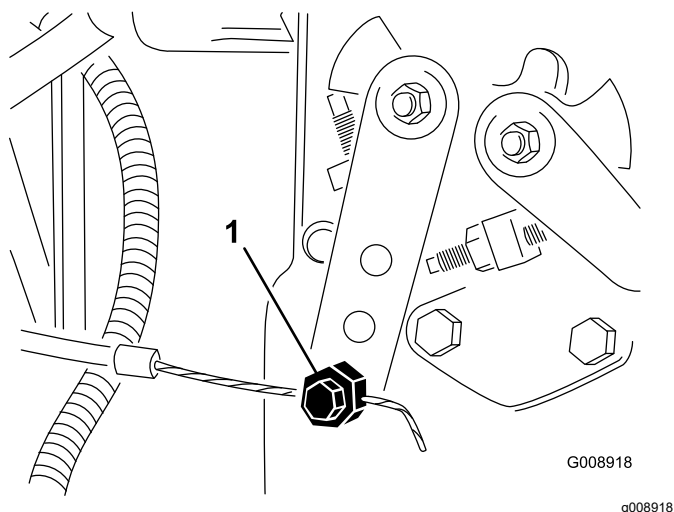

Figura 87
- Slăbii conectorul cablului manetei de acceleraie de pe braul manetei pompei de injecie (Figura 87).